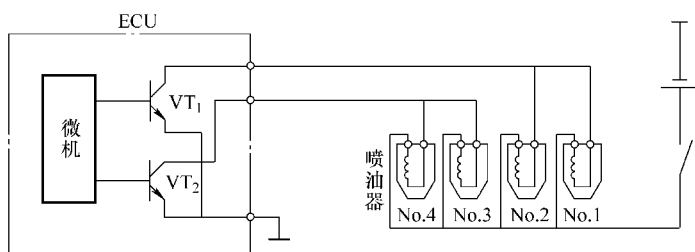

图 5-9 分组喷射控制电路图
(3) 分组喷射 分组喷射一般是把所有气缸的喷油器分成 2~4 组。4 缸发动机一般把喷油器分成 2 组，ECU 分组控制喷油器轮流交替喷射，如图 5-9 所示。
(4) 异步喷射